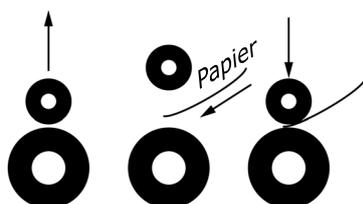

Abbildung 11:
- Heben Sie die Separierrollen mit dem gelösten Separierfeststellgriff (F3) an. Legen Sie ein Blatt Papier unter die Separierrollen und bewegen Sie sie wieder nach unten (siehe Abbildung 11).